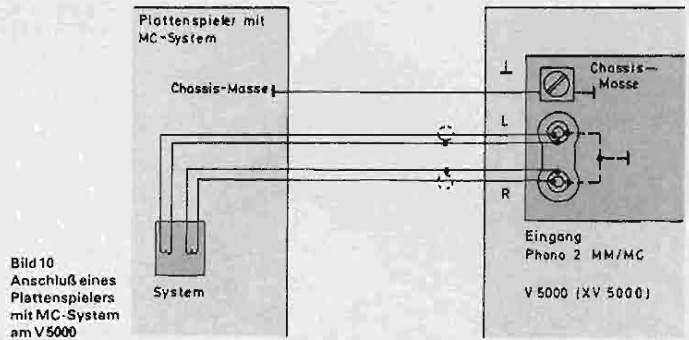

Bild 10
b) Zwei räumlich getrennte Anschlußbuchsen und der sehr geringe Signalpegel auf der Leitung – ca. 200  $\mu\text{V}$  – erfordern getrennte Massen für L und R (Bild 10). Es ist wichtig, daß am System auf richtige Polung geachtet wird und daß beide Massen nur im Verstärker verbunden sind.
c) **Brummverkopplung** zwischen Plattenspieler und Verstärker. Durch Kapazitäten zwischen Trafo und Chassismasse wird diese hochfrequent auf Wechselspannung gelegt. Über eine Verbindung zweier Chassis fließt dann ein Ausgleichsstrom abhängig von den Kapazitäten, Netzsteckerpolung und eventueller Erdung eines Bausteins z. B. durch Antenne. Die Ableitung muß über eine separate Leitung erfolgen, um Verschlechterung des Fremdspannungsabstandes zu vermeiden (Bild 10).